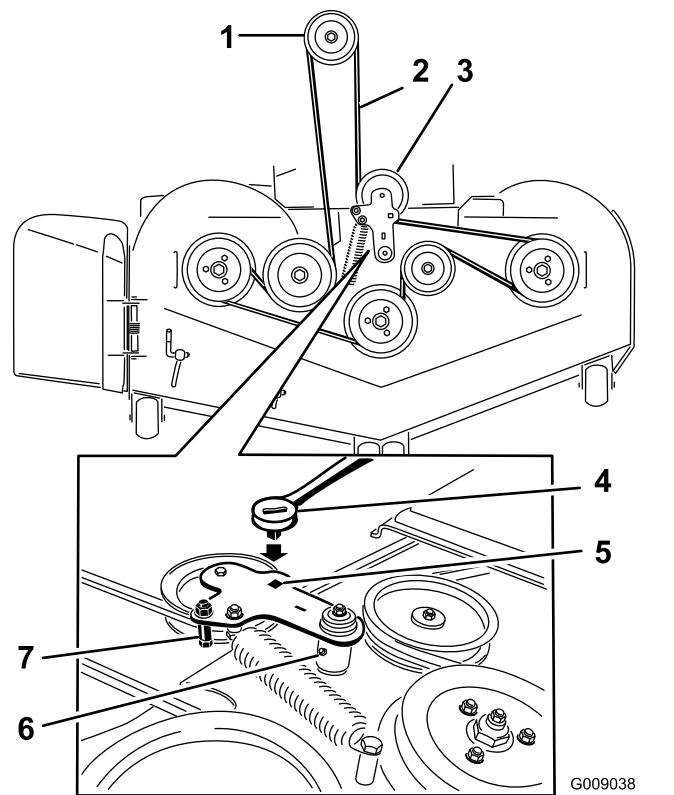

Figure 87
7. Insérez un rochet dans le trou carré du bras de la poulie de tension pour détendre le ressort de la poulie (Figure 87).
9. Enlevez le guide-courroie situé sur le bras de la poulie de tension rappelé par ressort (Figure 87).
11. Acheminez la courroie neuve autour des poulies du plateau de coupe et de la poulie d'embrayage, sous le moteur (Figure 87).
12. Montez le guide-courroie sur le bras de la poulie de tension (Figure 87).
13. Insérez le rochet dans le trou carré et montez le ressort de la poulie de tension (Figure 87).